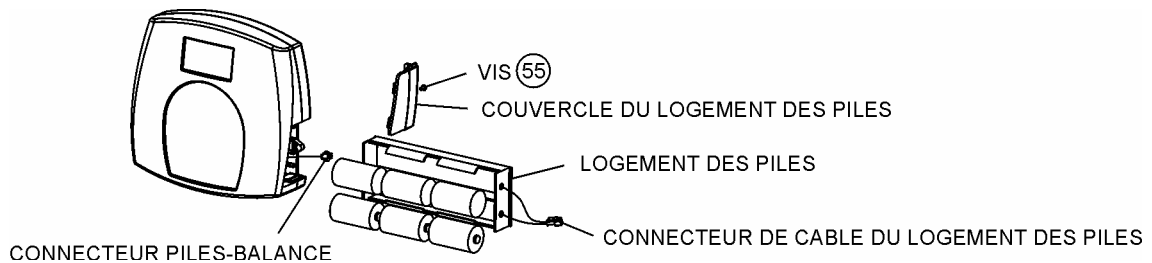

Figure 5. Remplacement des piles
L'utilisateur peut régler le poids d'une tare grâce à la touche correspondante (TARE) - (9) tandis qu'un objet se trouve posé sur la plateforme de la balance. L'affichage se mettra à zéro et la mention TARE sera affichée pour indiquer qu'une valeur de tare est mémorisée (comme le montre la Figure 5 ci-dessus).